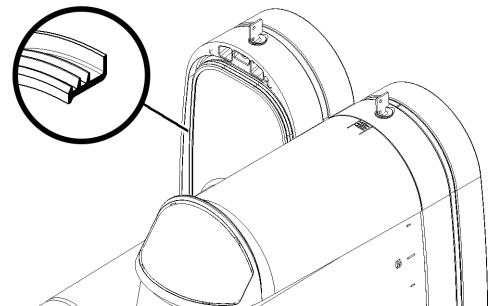

figura 21
- NOTA: el ala de mayor diámetro tiene que apoyarse a la pared posterior (ver figura 21).